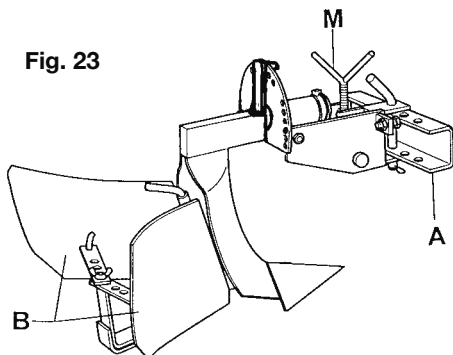

Fig. 23
O abre-regos registrável para motocultivadores (Fig. 23) é um acessório projectado especialmente para executar sulcos de sementeira ou de irrigação. A possibilidade de poder variar a posição das duas asas (B) permite a regulação da largura do sulco de um mínimo de 10 até um máximo de 30 cm. A profundidade conseguível pode variar de 10 a 20 cm. A variação da inclinação obtém-se agindo sobre a alavanca anterior M (Fig. 23). No caso onde é preciso trabalhar com terrenos particularmente duros, é melhor executar antes uma operação de fresadura e após proceder com o abre-regos. As prestações consegíveis podem aumentar se forem montadas rodas metálicas. Para compensar a diferença de diâmetro das duas rodas, o engate A da máquina é dissimétrico, portanto desenganchando-o do acessório e rodando-o de 180°, compensa-se a diferença dos dois tipos de rodas.